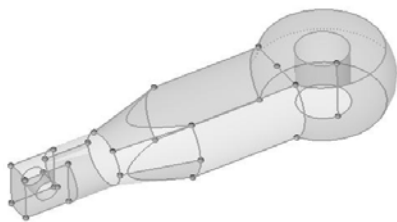

图 5-44 选择实体
- (1) 进入 Geom>Solid edit 面板，选择 trim with plane>surf 子面板。
- (2) 激活 with plane 下的 solids，选择图形区中整个实体，如图 5-44 所示。